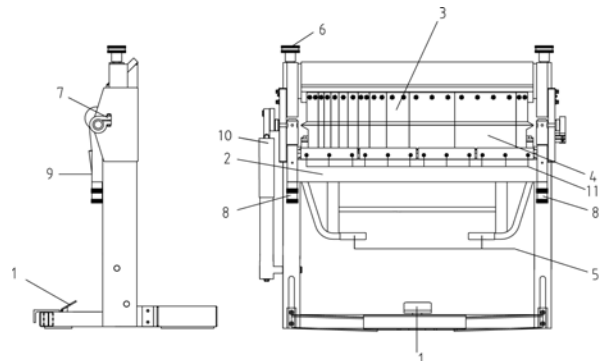

Abb. 5: Bedienelemente
- (Die bezifferten Bedienelemente sind in der Abbildung 5 „Bedienelemente“ zu finden). Bevor mit der Maschine gearbeitet wird, muss der Biegewinkelanschlag (7) gelöst werden. Anschließend muss der gewünschte Klemmdruck durch die Regulierschrauben (6) eingestellt werden. Diese müssen soweit eingeschraubt sein, dass das Fußpedal (1) beim Betätigen noch einrastet.
- Durch das Ein- Ausschrauben der Regulierschrauben (8) wird der Biegespalt der Maschine für das zu bearbeitende Blech eingestellt. **Tipp:** Der Biegespalt sollte gleichmäßig und etwas breiter als die Blechstärke sein, um ein optimales Ergebnis zu erreichen.
- Nun kann durch die Betätigung des Fußpedals die Arretierung (1) für die Oberwange gehoben und das Blech eingeführt werden. Durch anschließenden Druck auf das Fußpedal (1) senkt sich die Oberwange und spannt das Blech sicher.